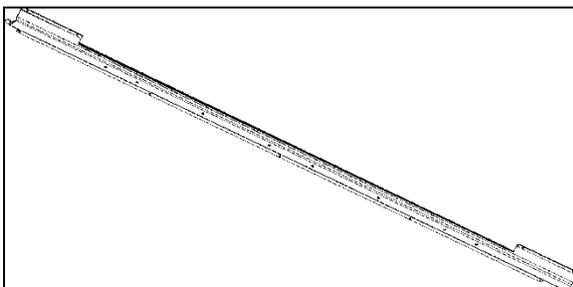

FIGURA 113: ILUMINACIÓN INDIRECTA LED EN EL COMPARTIMENTO SUPERIOR
2. Con un destornillador Phillips, desatornille y retire la tira de LED existente (FIGURA 113).